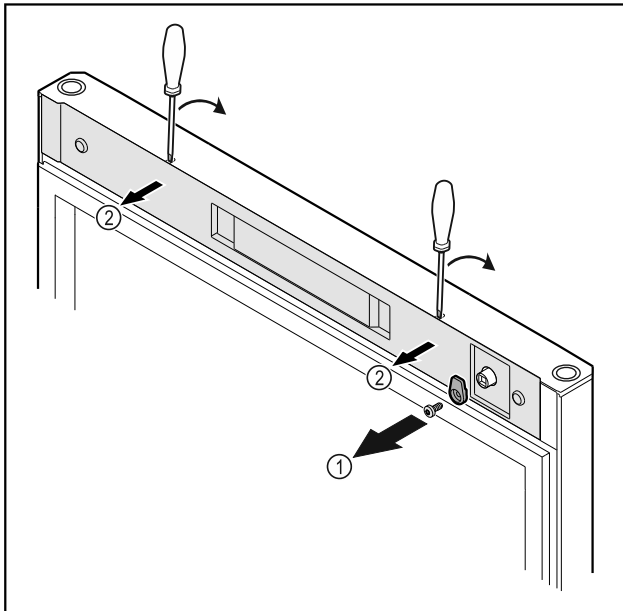

Fig. 10
- Skruva av låskroken Fig. 10 (1).
- Lossa skyddet Fig. 10 (2) med en liten skruvmejsel och ta av det.